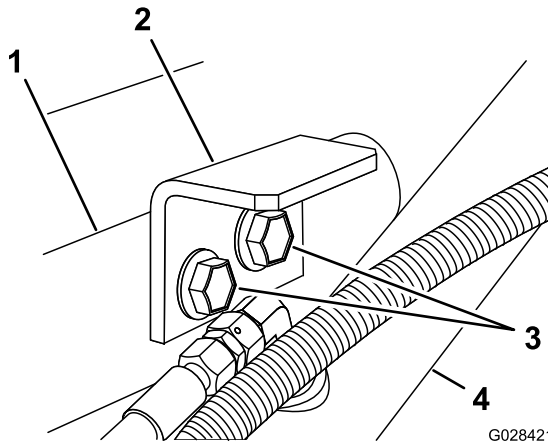

Bild 7
3. Befestigen Sie die Befestigungshalterungen mit den zwei Bundkopfschrauben und der Sicherungsbundmutter, die Sie in Schritt 1 entfernt haben, an der Stützhalterung (Bild 7).